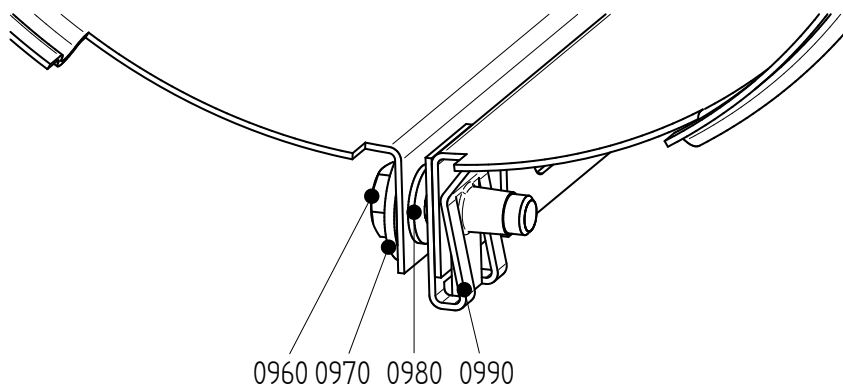

Figura 10: Instalação da cobertura.
- 1 Desaperte os parafusos (0960). Consulte o figura 10.
- 3 Feche a cobertura e coloque o parafuso (0960). Consulte o figura 10.
- 5 Feche a cobertura e coloque um parafuso (0230) e um parafuso (0960). Consulte o figura 10.